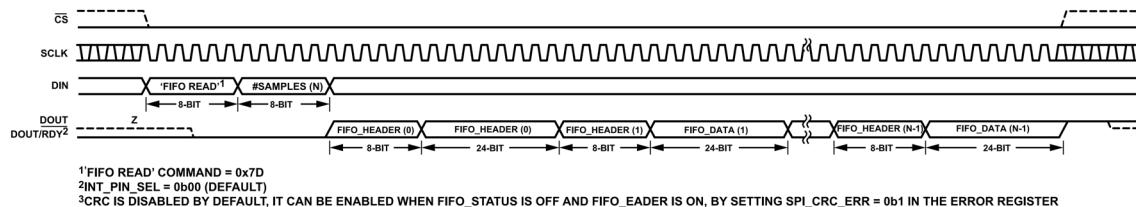
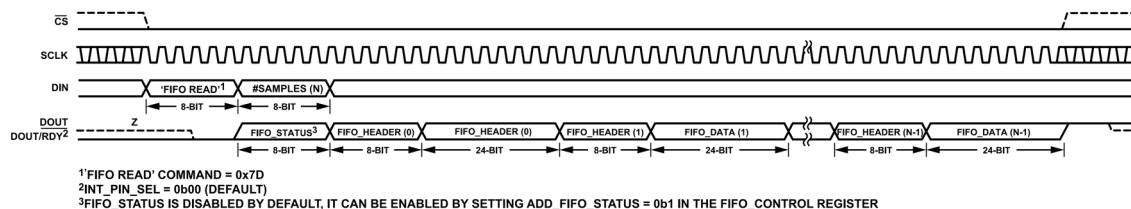

図 104. デフォルトの FIFO リードバック (FIFO_STATUS の追加なし、FIFO_HEADER の追加あり)
図 105. FIFO リードバック (FIFO_STATUS の追加あり、FIFO_HEADER の追加あり)
デフォルトでは、FIFO_HEADER がイネーブルされ FIFO_STATUS の付加はディスエーブルされています。そのため、FIFO のリードバック図は図 104 のようになります。 FIFO_STATUS の追加がイネーブルの場合は、FIFO のリードバック図は図 105 のようになります。
FIFO_STATUS レジスタの内容（表 71 参照）は、FIFO_CONTROL レジスタの ADD_FIFO_STATUS ビット（表 69 参照）を 1 に設定して、FIFO_DATA の前、および# samples (N) バイトの間に追加して読み出すことができます（図 105 参照）。このようにして、以前のエラーを検出して FIFO_DATA リードバックをアボートできます。